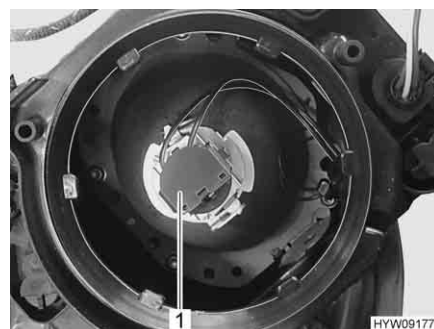

Fig. 232 Lampada ad incandescenza faro anabbagliante/abbagliante
- Ruotare il supporto (Fig. 232,1) e la lampada in senso antiorario e rimuoverli dall'involucro.
- Inserire il supporto (Fig. 232,1) e la lampada ad incandescenza nell'involucro e ruotare in senso orario fino a bloccarli. Il supporto scatta in posizione.